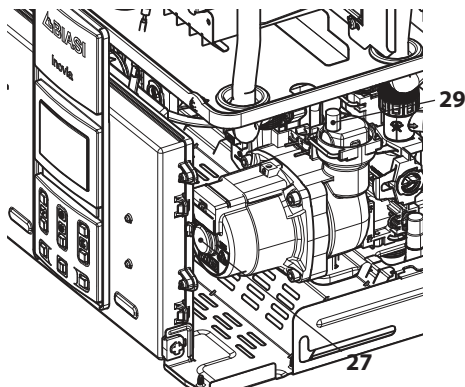

Рисунок 6.3
- Ослабить пробку автоматического воздуховыпускного клапана 29, см. Рисунок 6.3.